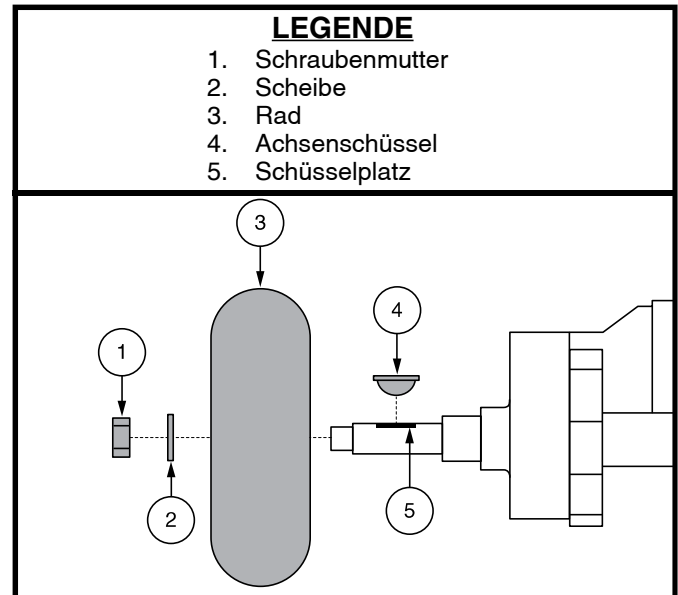

Abb. 38. Reifenradenthebung
3. Entfernen Sie die Schraubenmutter und Unterlegscheibe des Antriebsrades von der Radnabe. **Siehe Abb. 38.**